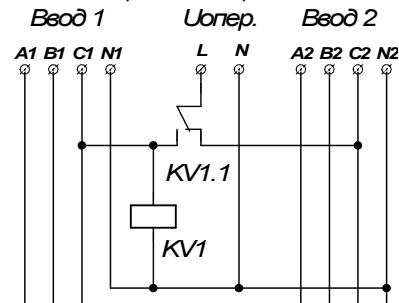

Рис.9 Схема получения оперативного питания с использованием реле напряжения
- 5.2.1. Схема получения оперативного питания с использованием реле напряжения приведена на рис.9.